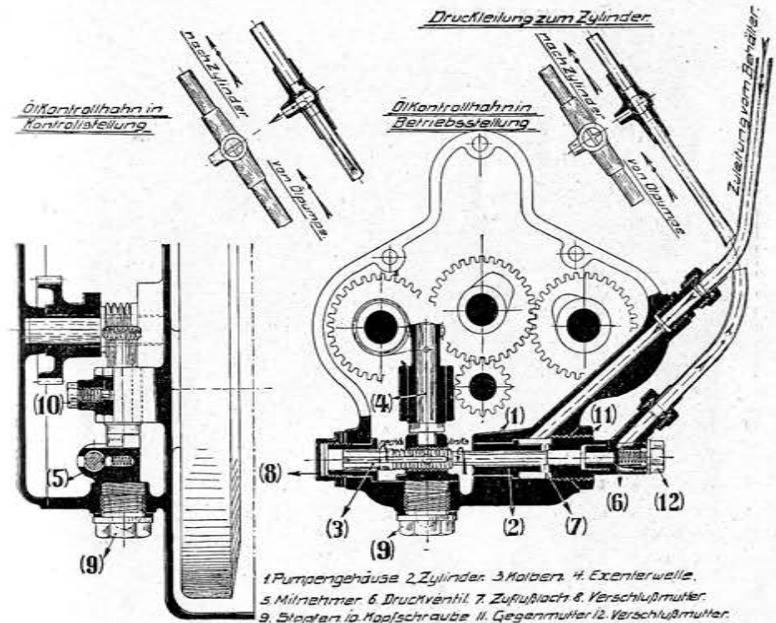

Abb. 6.
eingebaute mechanische Ölpumpe mit zwangsläufigem Schneckenantrieb, welche die jeweils notwendige Ölmenge entsprechend der Tourenzahl des Motors automatisch fördert. Die Anordnung und Konstruktion der Pumpe ist aus Abb. 6 deutlich ersichtlich. In dem Zahnradgehäuse eingegossen befindet sich das Pumpengehäuse (1), in welches der Zylinder (2) für den Kolben (3) eingepaßt ist.